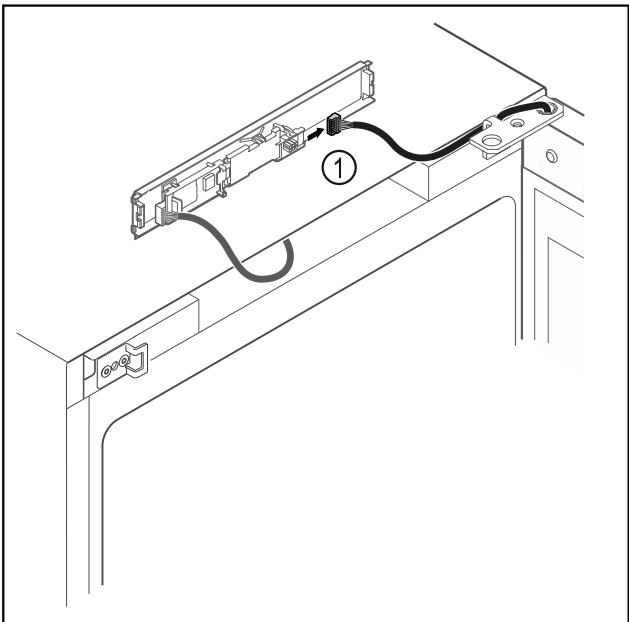

Fig. 16
► Отсоедините штекер Fig. 16 (1) от панели.